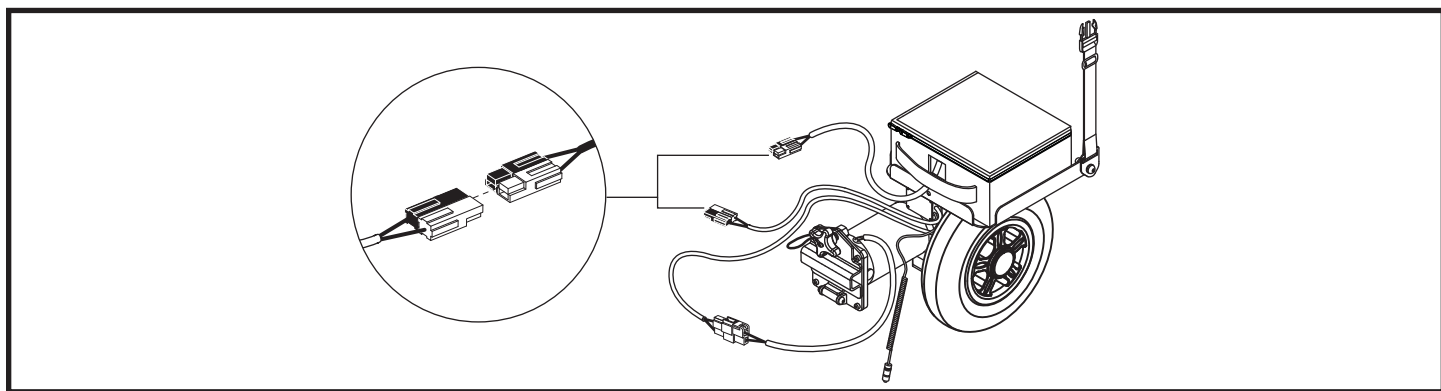

Figura 5. Installazione del gruppo batteria
10. Posizionare il gruppo batteria sul gruppo elettrico. **Vedere figura 5.**
11. Collegare la spina della batteria sul gruppo elettrico alla spina della batteria. **Vedere figura 5.**
1. Scollegare il gruppo batteria dal gruppo elettrico. **Vedere figura 5.**
7. Ricollegare il gruppo batteria al gruppo elettrico. **Vedere figura 5.**